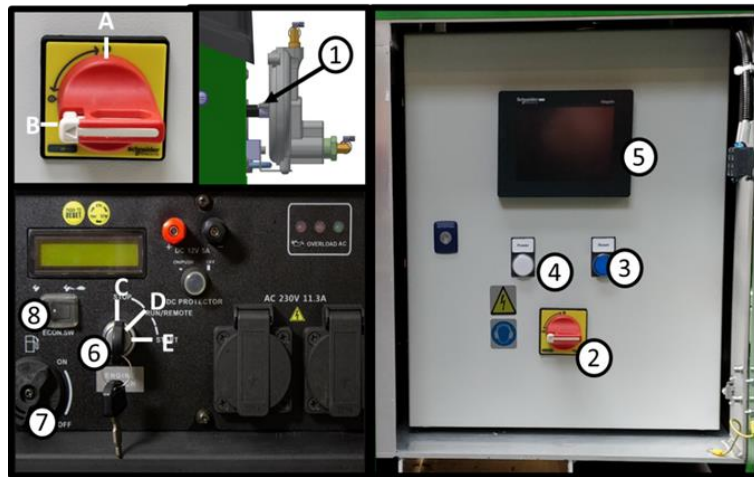
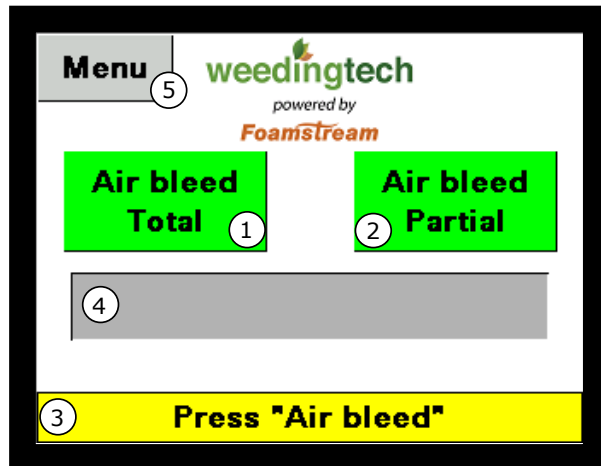

Figure 11 - Détail des interrupteurs du panneau avant
Figure 12 - Écran de démarrage de l'API
- Tournant la clé en position **E** et en la relâchant à la position **D** quand le moteur démarre (voir Figure 11) ou
- ✓ Tourner l'interrupteur d'isolation en position **A** (voir Figure 11), l'écran de l'API devrait s'allumer (voir la Figure 12)
- ✓ Appuyer sur le bouton **RESET (RÉINITIALISATION)** (bouton bleu sur le panneau avant, voir la Figure 5), le voyant **FAULT (ERREUR)** s'éteint et vous devriez voir l'écran représenté dans la Figure 12
- ✓ Attendre quelques secondes avant de demander une purge d'air : boutons **1** ou **2** dans la Figure 12